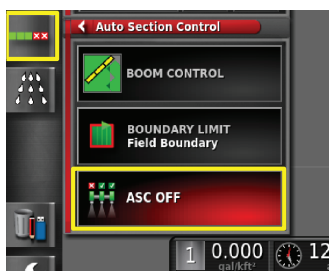

Figura 13
4. Espandete la schermata di configurazione del Controllo automatico della sezione (ASC) e premete ASC ON (Figura 13).